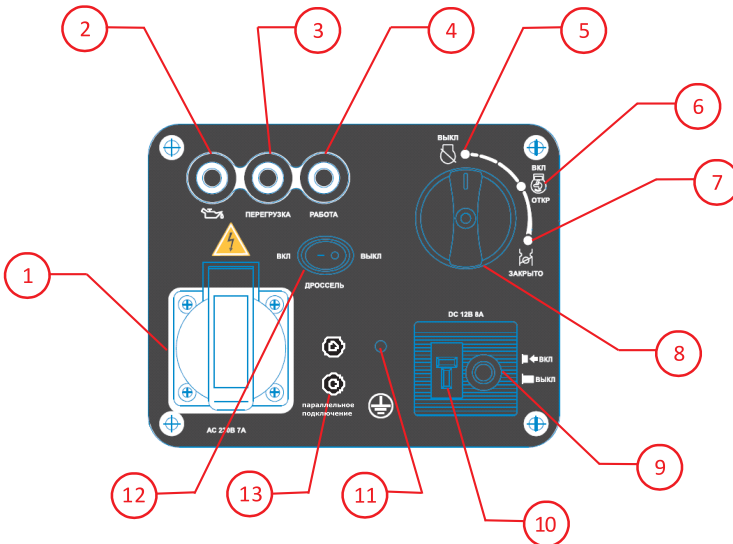

Рис. 2
2. Установите переключатель дросселя (рис. 2, поз.12) в положение «Выкл.»;